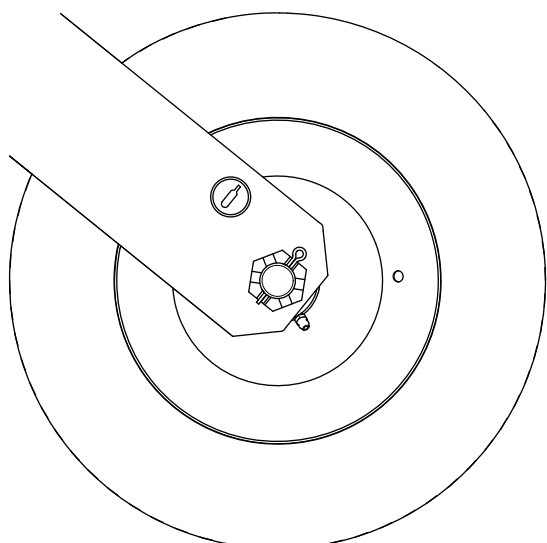

Figura 27
1. Compruebe la presión de los neumáticos (Figura 27).